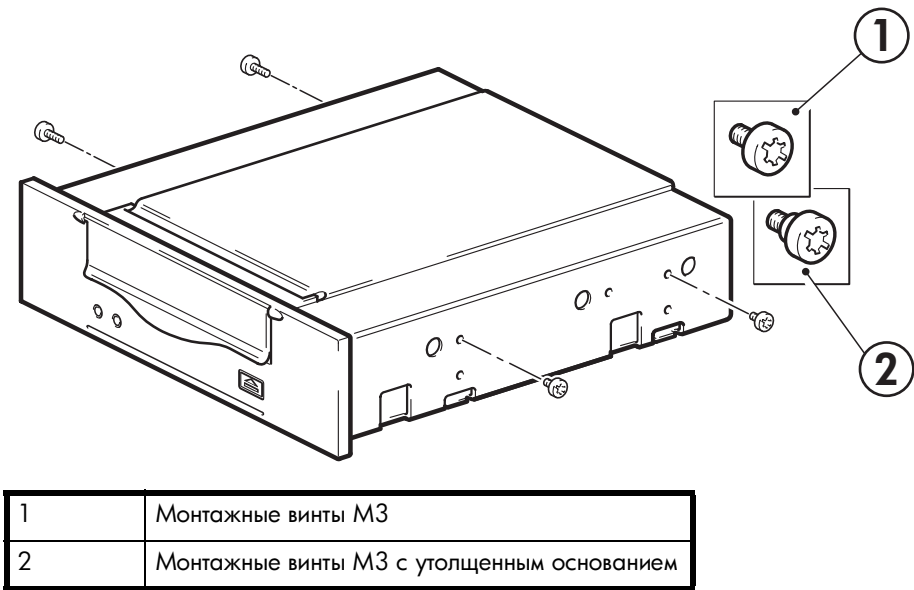

Рис. 6. Крепление монтажных винтов
1. Для закручивания винтов используйте ключ Torx. Возможно, потребуется дополнительно приобрести винты М3. Разместите винты, как показано на Рис. 6.